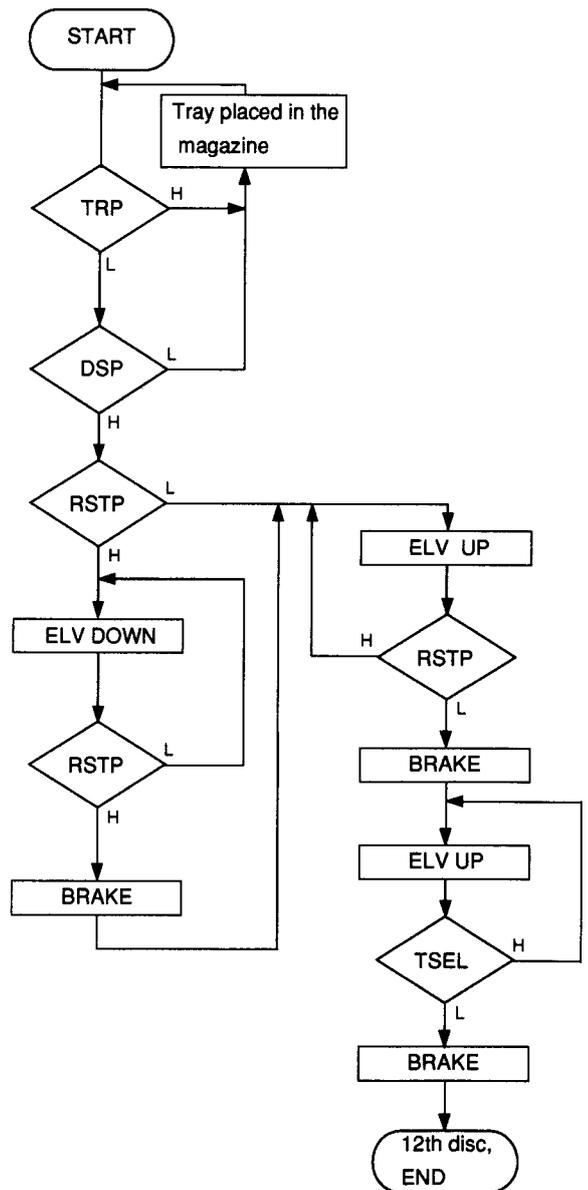

Fig.35
4) Mechanical Reset (Fig. 35):